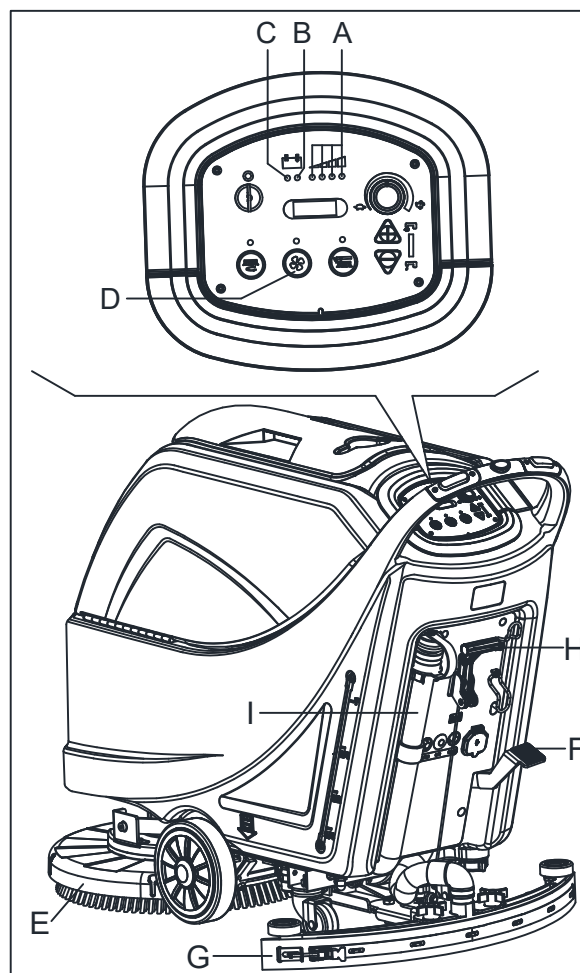
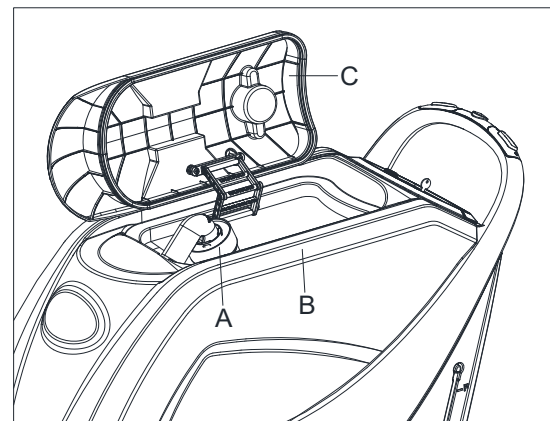

Figura 10
Figura 11
Atât timp cât ledul verde de avertizare (A, Figura 10) rămâne aprins, bateriile vor permite mașinii să funcționeze în mod normal. Când ledul verde de avertizare (A) se stinge și ledul galben de avertizare (B) se aprinde, se recomandă încărcarea bateriilor, întrucât durata de funcționare a bateriilor va fi de doar câteva minute (în funcție de caracteristicile bateriei și de lucrarea care se execută). Când ledul roșu de avertizare (C) se aprinde, bateriile sunt complet descărcate. După câteva secunde, peria / suportul de lavetă se va opri automat, în timp ce sistemul de aspirare și (numai la mașinile cu tracțiune) motorul de tracțiune vor rămâne în funcțiune, pentru finalizarea operațiunii de uscare a podelei și pentru deplasarea mașinii la locul de reîncărcare a bateriilor.
Un sistem de închidere automată, cu flotor, (A, Figura 11) va bloca sistemul de aspirare când rezervorul de apă recuperată (B) este plin. Dezactivarea aspirării va fi semnalizată printr-o creștere bruscă a frecvenței zgomotului motorului de aspirare, iar podeaua nu va mai fi uscată.
Dacă aspirarea se oprește în mod accidental (de exemplu, când flotorul este cativat datorită unei mișcări bruște a mașinii), pentru a relua funcționarea: închideți sistemul de aspirare, apăsând butonul (D, Figura 10), apoi deschideți capacul (C, Figura 11) și verificați ca flotorul din interiorul grătarului (A) să se coboare la nivelul apei. Apoi închideți capacul (c) și porniți aspirarea apăsând comutatorul (D, Figura 10).
Când rezervoarul de apă recuperată (B, Figura 11) este plin, goliți-l respectând următoarea procedură.
2. Ridicați puntea periei / suportului de lavetă (E, Figura 10) apăsând pedala (F, Figura 10). (numai pentru discuri)
3. Ridicați mopule (G, Figura 10) cu ajutorul pârghiei (H, Figura 10).
5. Goliți rezervoarul de apă recuperată cu ajutorul furtunului (I, Figura 10). Apoi clătiți rezervoarul (B, Figura 11) cu apă curată.